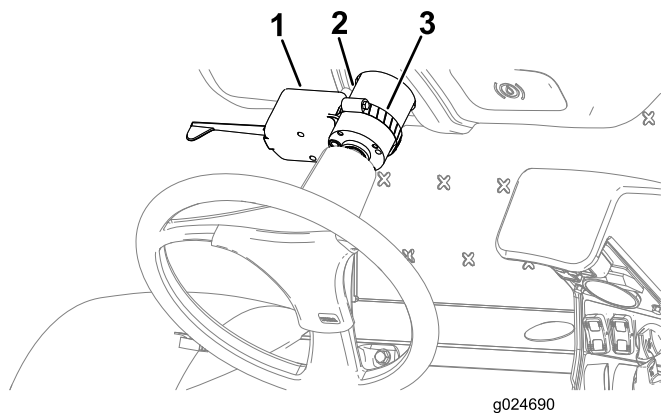

Figura 19
2. Coloque a abraçadeira de tubos sobre a válvula da direção e insira a abraçadeira através da abertura no interruptor de sinal de mudança de direção (Figura 19).
3. Prenda o interruptor de sinal de mudança de direção à coluna da direção com a abraçadeira (Figura 19).